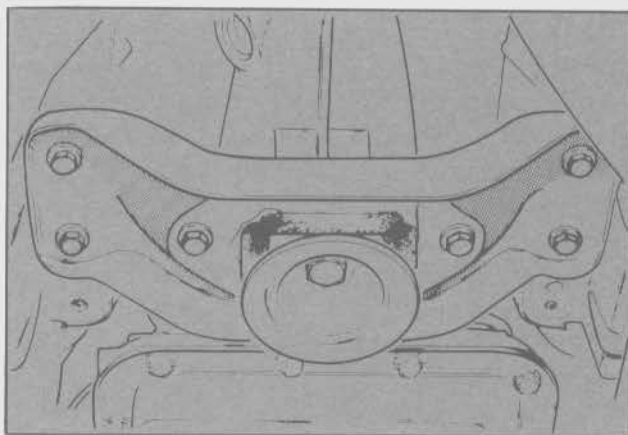

Fig. 25 - Montaje del soporte de la transmisión
- Retirar el soporte trasero de la transmisión extrayendo primeramente el tornillo central y luego los cuatro restantes que lo retienen del bastidor (Fig. 25).